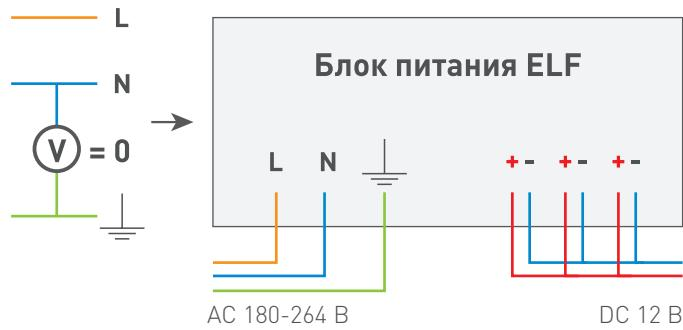

Рис. 4
- Для объектов [электроустановок], в которых применён принцип изолированной нейтрали [Рис. 4].
⚠ ВАЖНО: При данном способе подключения к входному терминалу изделия подключаются все провода линии связи (фаза, ноль, заземление), предназначенной для подачи напряжения питания на изделие [Рис. 4]. Подключение заземляющего провода является обязательным!